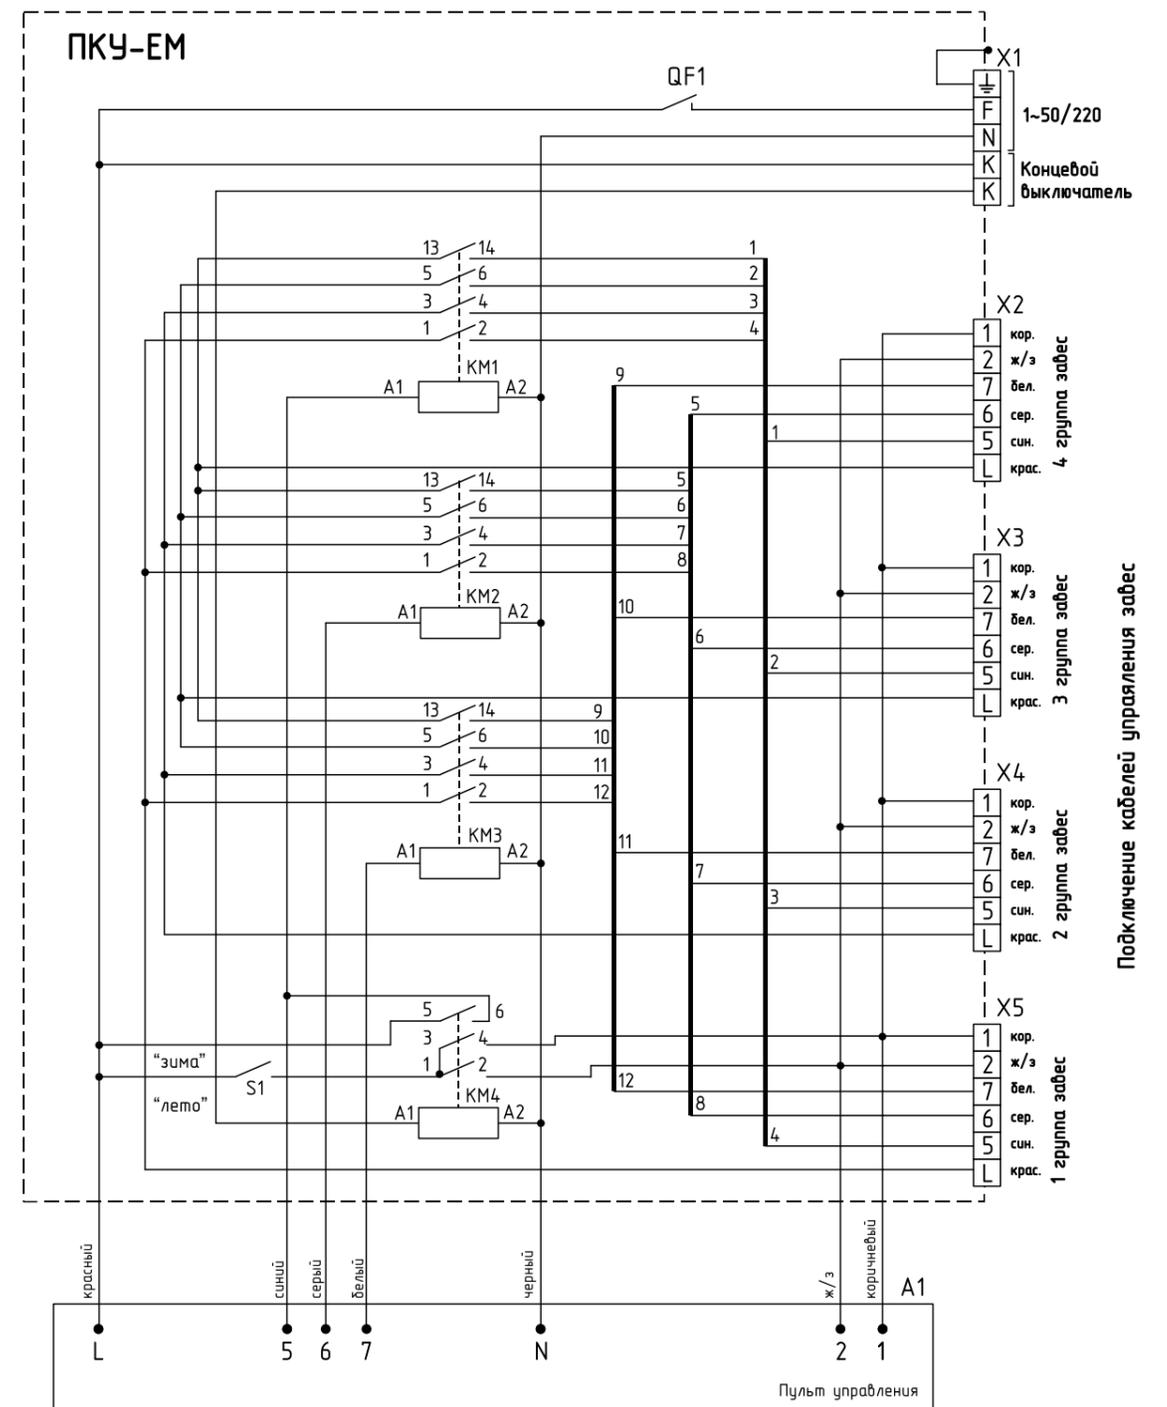

Рис. 2. Электрическая схема ПКУ-ЕМ
4.6. Для работы ПКУ-ЕМ необходимо подать напряжение питания (~50/220) на колодку X1 и включить автомат защиты SF1 (см. схему электрическую принципиальную рис.2). В зимний период переключатель «Зима-Лето» включить в положение «Зима».